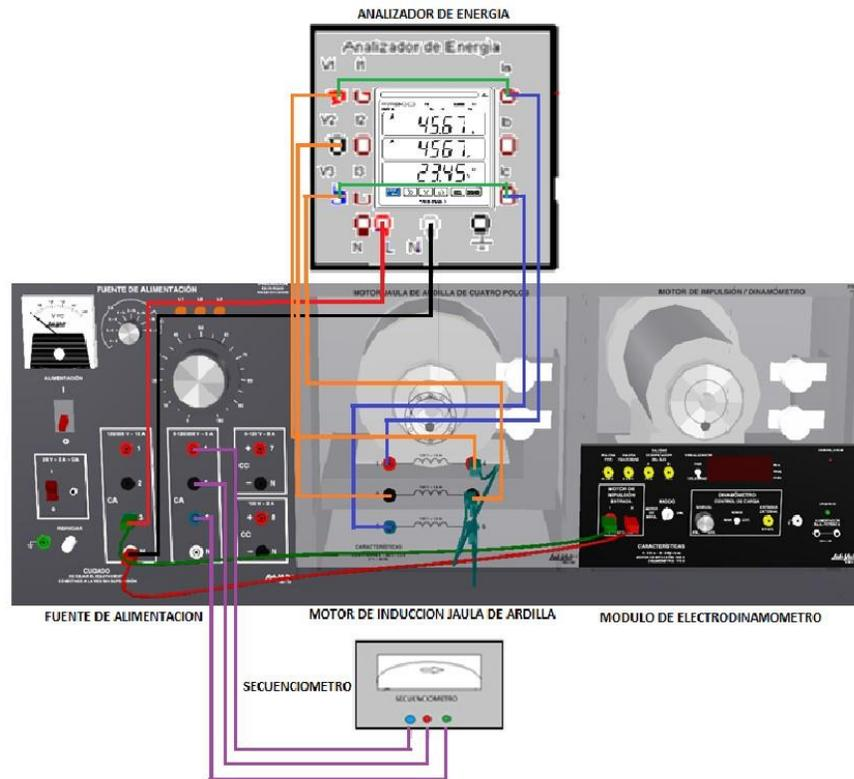

Figura 6.1
1. Conecte el circuito ilustrado en la figura 6.1 utilizando los módulos de Fuente de energía, Motor jaula de ardilla, Módulo analizador de energía PR300 y el Módulo Electrodinamómetro.